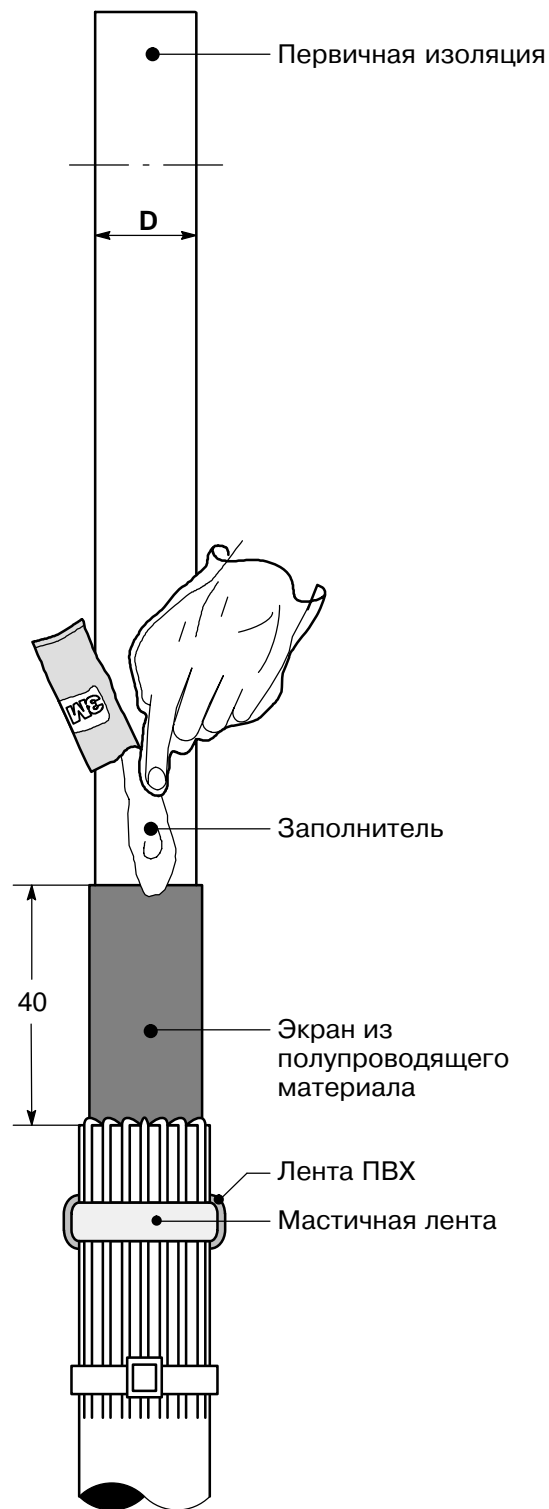

Рис. 2
- 2.1 Наложить второй слой мастичной ленты поверх проволоч экрана, как показано на Рис. 2.